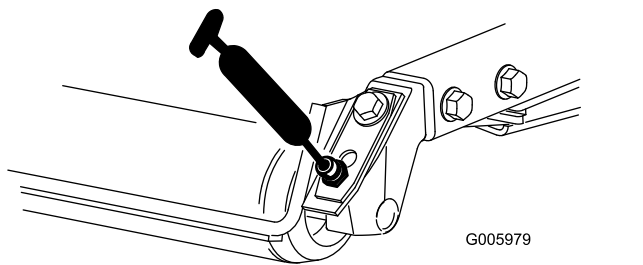

Figura 63
- Rolamentos do rolo traseiro (2 por plataforma do cortador), como se mostra na Figura 63